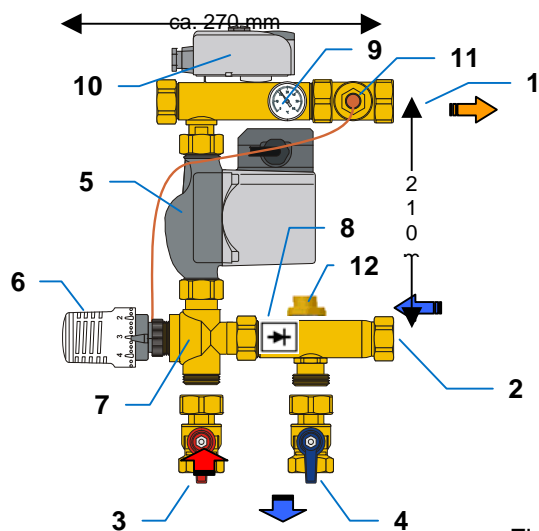

Fig.2
| 2.1 De aanvoer en retour van het regelstation zijn omgekeerd aangesloten. | Controleer of alle aansluitingen van het regelstation correct werden uitgevoerd. → Afb. 2 en 3 |
Le mélangeur (7) de la station TempCo Fix ou TempCo Fix Eco (Fig. 2) est conçu comme un régulateur proportionnel et est dirigé dans la conduite d'alimentation de l'élément de chauffage via une tête thermostatique (6) avec tube capillaire et sonde thermique. Des divergences de la valeur de réglage provoquent un changement immédiat du prélèvement de la valve de sorte que la quantité d'eau chaude en provenance de la chaudière (3) se modifie également. La quantité d'eau injectée se mélange avec l'eau de retour (2) du dispositif de chauffage et conserve ainsi une température d'alimentation (1) constante dans une zone de température restreinte. La température d'alimentation du dispositif de chauffage peut être lue à tout moment directement sur le thermomètre (9).
Lors de l'installation, il faut être attentif à ce que le câble de la pompe et du limiteur de température de sécurité et du tube capillaire de la sonde ne soit pas endommagé ou rompu. En outre, il ne peut pas y avoir de charge de traction sur les câbles. Soyez attentifs au raccordement correct des câbles d'alimentation et de retour (Fig. 2 et 3.1 - 3.2).